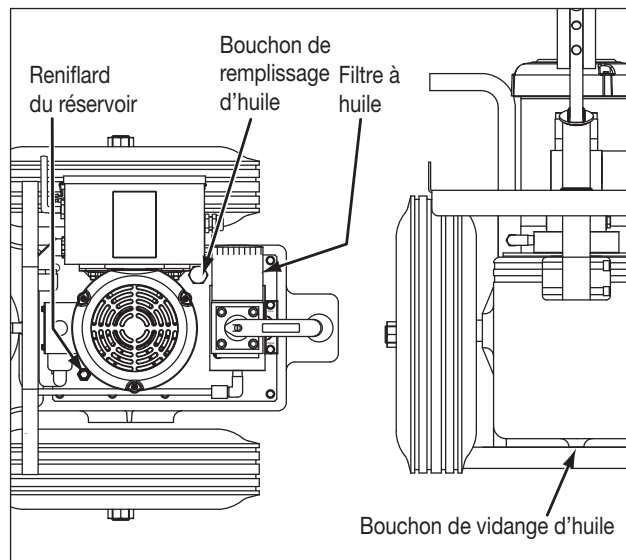

Figure 7, changement d'huile
6.2 Changement d'huile (reportez-vous à la figure 7)
4. Retirez, nettoyez et réinstallez le reniflard du réservoir. Il est installé sur la plaque du couvercle supérieur du réservoir. Reportez-vous à la figure 7 pour connaître son positionnement.